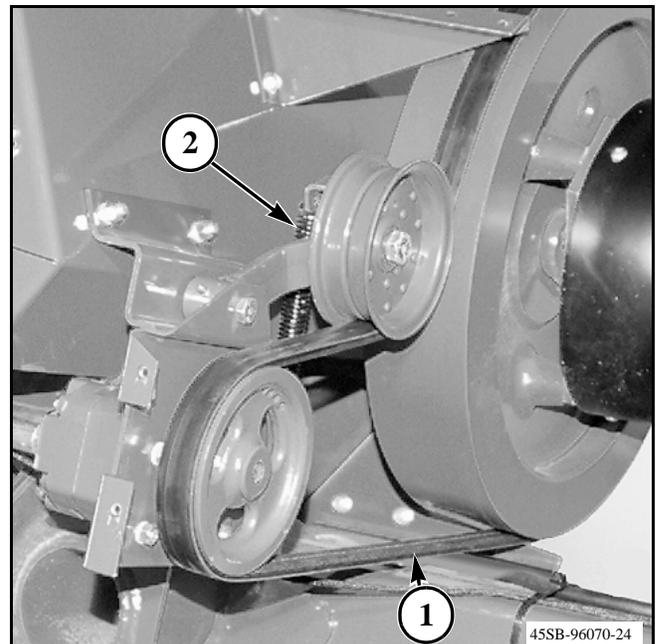

FIG. 39
FIG. 39: Ajuste la tensión en la correa de transmisión de la bomba del expulsor de fardos a 3,2 mm (1/8 de pulg.) de deflexión con 9,1 kg (20 lb) de fuerza a la mitad del rango (1). Ajuste la longitud del resorte (2) del perno de tensión del tensor a 180,2 mm (7-3/32 pulg.). Si ajusta la correa demasiado pueden producirse fallas prematuras en los cojinetes del eje de la bomba. Para cambiar la tensión de la correa, ajuste el perno de tensión del tensor.